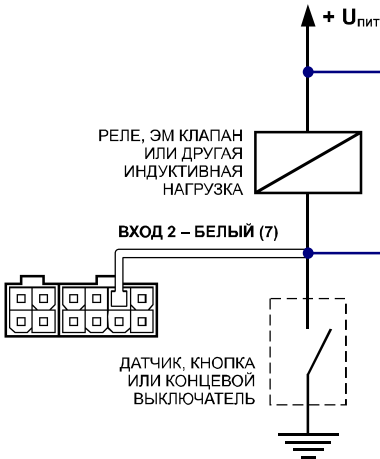

Рисунок 1.
1. **Защитный диод** (рис. 1) – устанавливается параллельно индуктивной нагрузке. При этом, прямой ток защитного диода (I диода прямой) должен быть не менее $1.5 \cdot I$ удержания катушки. Если ток удержания катушки неизвестен или есть сомнения, следует использовать схему включения с защитным реле.